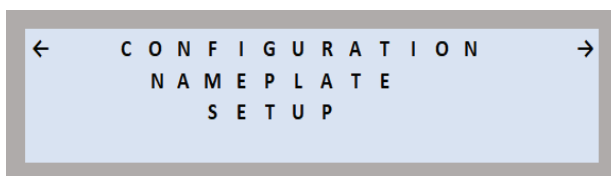

Abbildung 65
- Wenn Sie fortfahren möchten, drücken Sie auf , um die Einstellung zu übernehmen und zum Bildschirm Typenschild konfigurieren zurückzukehren (siehe Abbildung 65).